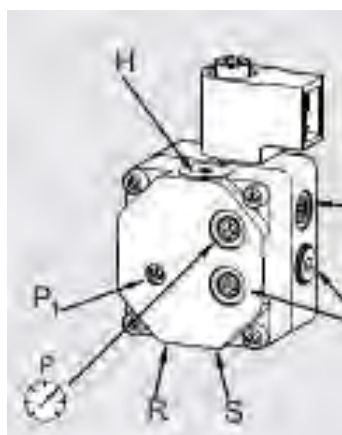
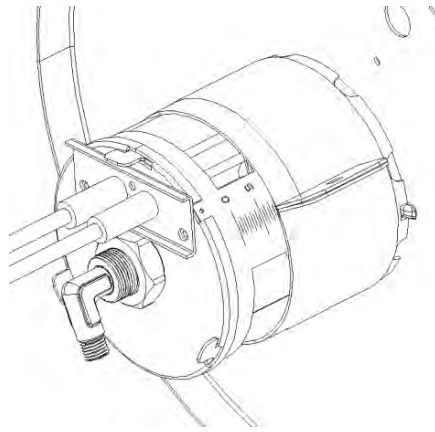

Рис.6
Рис.7
Очистите топливные фильтры, отвинтив поддон фильтра (по часовой стрелке). Снимите фильтрующий элемент и промойте его бензином или замените, если необходимо. Проверить уплотнительное кольцо и при необходимости заменить. Соберите лоток (рис. 2). Топливный фильтр, установленный на шестеренчатом насосе, следует очистить или при необходимости заменить, отвинтив колпачок Н (см. Рис. 6).
Регулировка давления топливного насоса (рис.6)
Регулировка воздушной манжеты (рис.7)
**ИСПОЛЬЗОВАНИЕ НА ВЫСОТЕ:** Из-за более низкого расхода кислорода по сравнению с высотной установкой на уровне моря, может потребоваться увеличить расход воздуха, открыв воздуховод (рис. 7), или уменьшить установочное давление на топливном насосе (рис. 6). Эта регулировка настройки может быть необходима для предотвращения чрезмерного дымовыделения из-за недостатка кислорода.